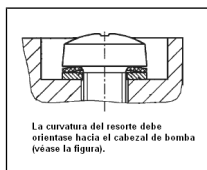

Fig. 10: Alineación de los muelles de disco
- i** Para más información sobre la colocación y alineación de los muelles de disco y la arandela del tornillo ver Fig. 10.